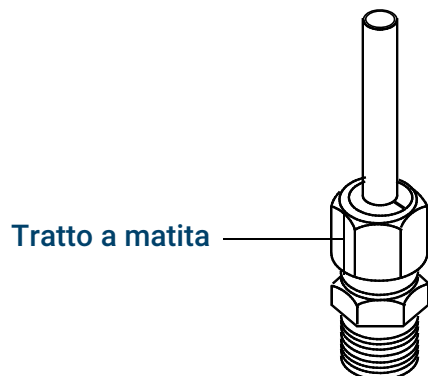

Figura 18. Contrassegno del raccordo
6. Contrassegnare il dado con un tratto a matita. Vedere **Figura 18**.